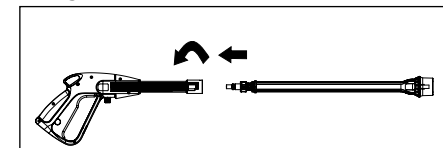

Figura 10
1. Introduzca la lanza de conexión rápida en la pistola y gire hacia la derecha hasta que se detenga totalmente como se muestra en la figura 10.